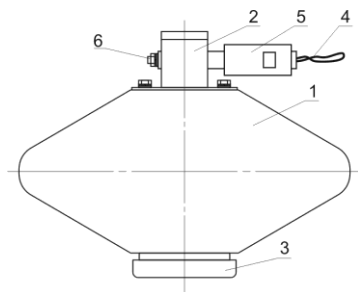

Рис. 2 – Конструкция МПП «Гарант-5-ВЗ».
6.5.3 Отвинтить муфту, поз.5 (рисунок 2), вывинтив из нее гайку на 3-4 витка резьбы.